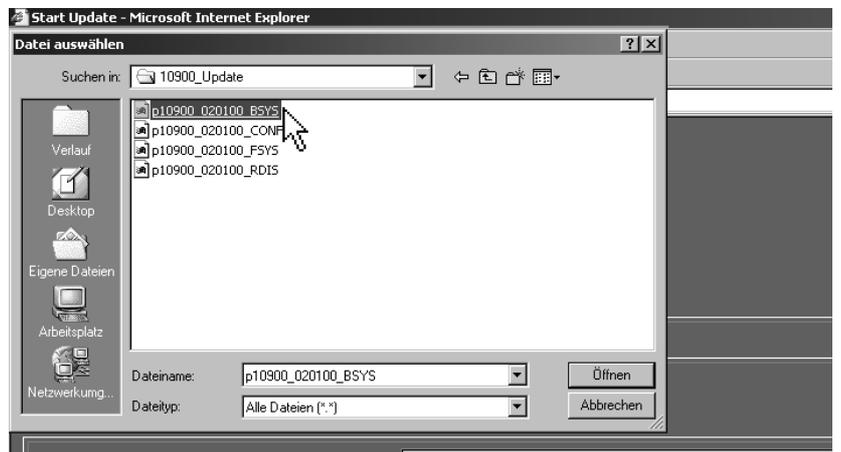

Bild 5-12: Dialog zum Auswählen der Update-Datei
4. Wählen Sie über den jetzt angezeigten Dialog das Verzeichnis (z. B. „C:\10900_Update“) aus, in dem Sie die **vier** erforderlichen Update-Dateien abgelegt haben. Klicken Sie die Datei „**p10900_xxxxxx_BSYS**“ als erstes an und klicken Sie anschließend auf „Öffnen“ (siehe Bild 5-12). „xxxxxx“ steht dabei für die Versionsnummer (siehe Abschnitt 4.5.).